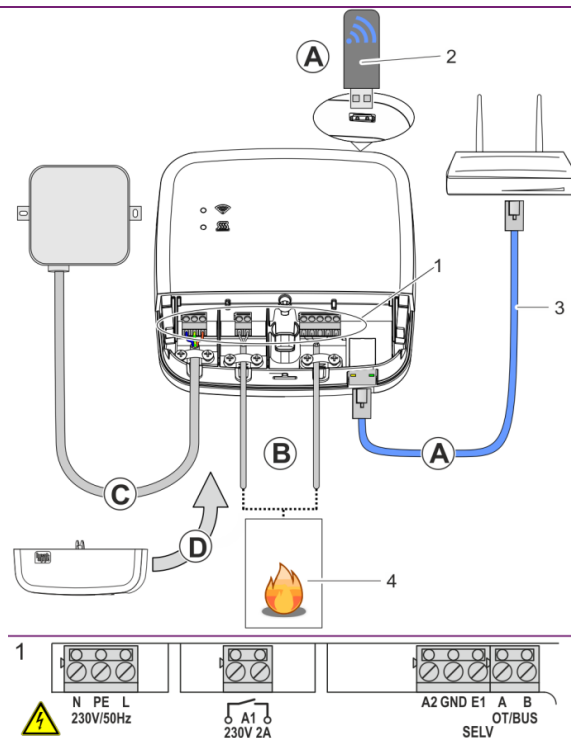

Abb.: 6 Anschließen **heatapp! base**
- B** Schließen Sie den Energieerzeuger (Abb. 6: Anschließen **heatapp! base** Pos.4, optional) gemäß der Klemmenbelegung am **heatapp! base** an.